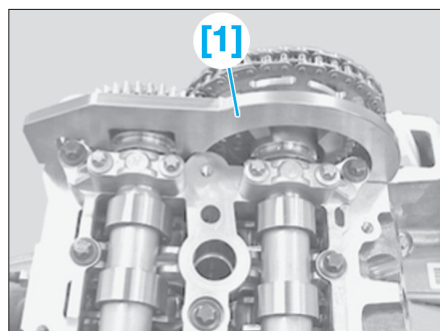

Fig. 7
- [1] Outil de pigeage d'arbre à cames réf. BMW 118760 (Fig.7).
- Poser l'outil [1] sur l'arbre à cames d'échappement (Fig.7).